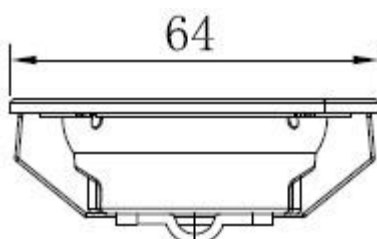
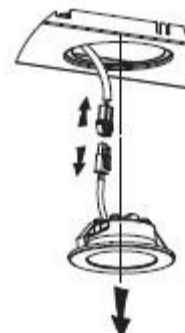

Abb. 1
Abb. 2
- Verwenden Sie ein Werkzeug oder die Hand, um den Federsplitter an beiden Seiten der LED-Leuchte nach innen zu drücken, bis die Leuchte herausgedrückt wird, siehe Abb. 1. Ziehen Sie dann den Anschlussdraht der Leuchte leicht heraus und lösen Sie die Klemme des Anschlussdrahtes. Siehe Abb. 2.